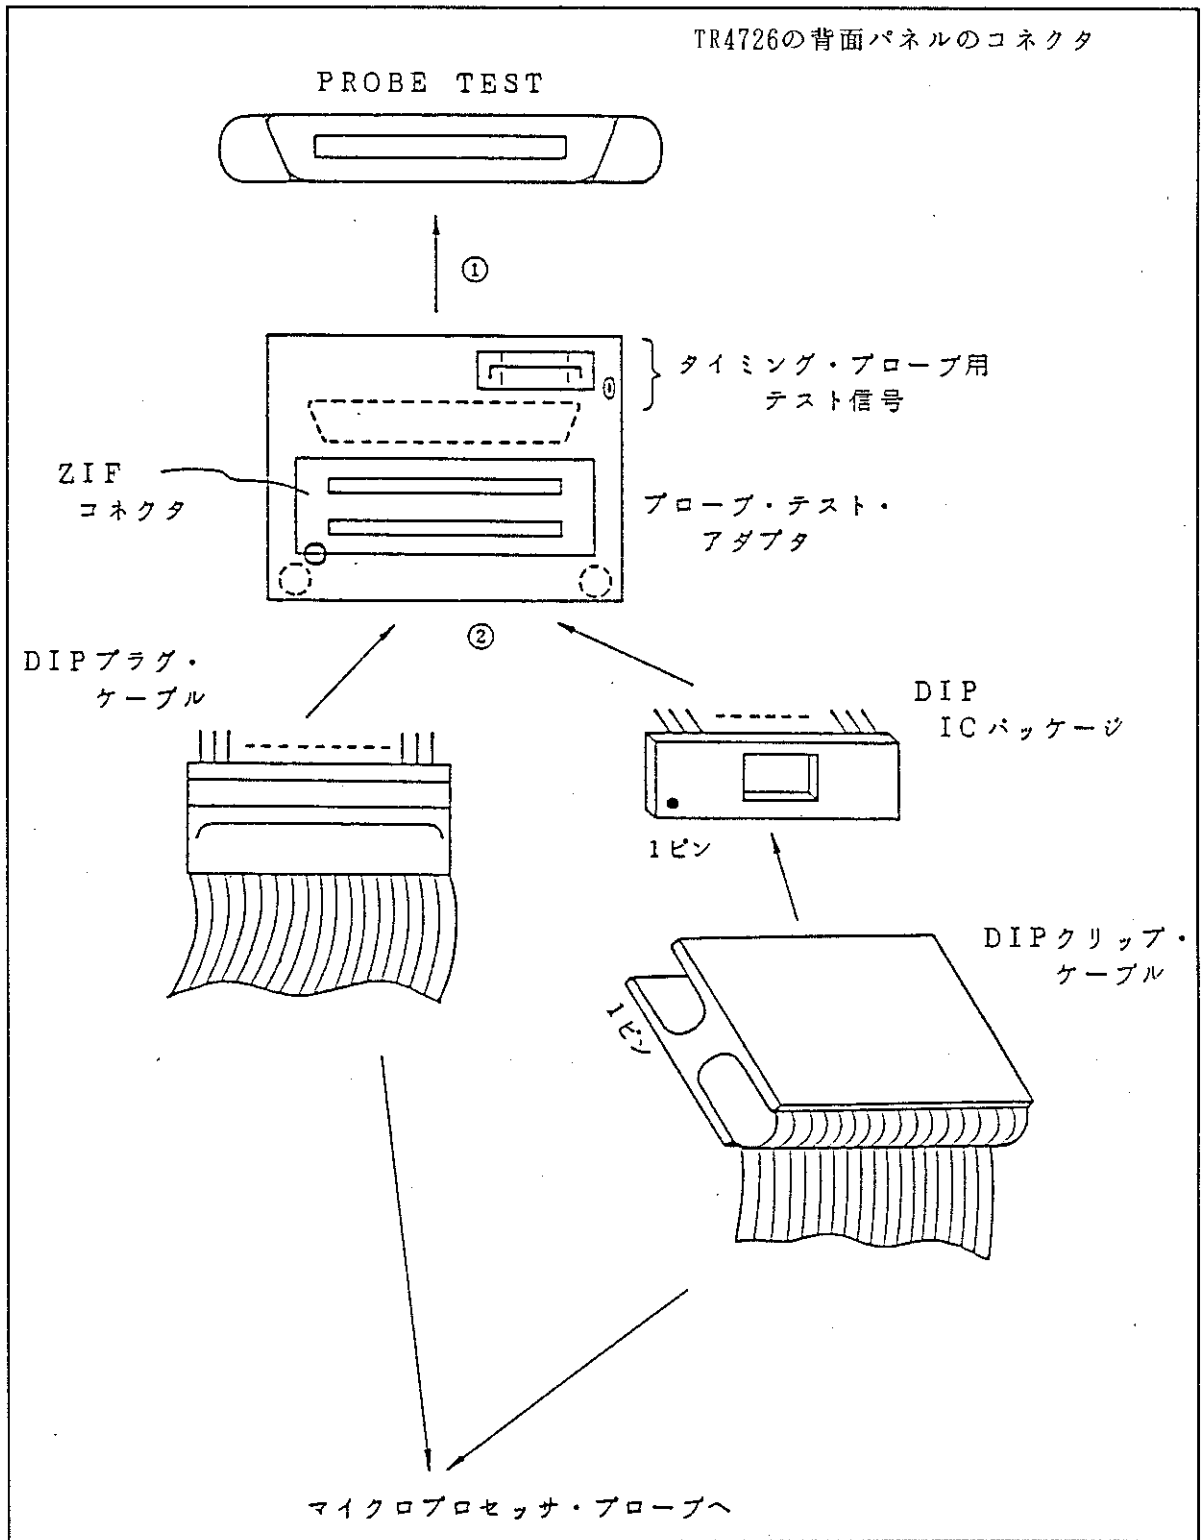

図 5 - 1 プローブ・テストのための接続
(〔図 5 - 1〕参照)
- ④ TRACEのメニュー画面にして、 DEFULT を押します。
- ⑤ RUNを押して、チェックを実行・開始します。
- ⑥ 表示が〔図 5 - 2〕と同じであれば、正しく動作していることが確認できます。